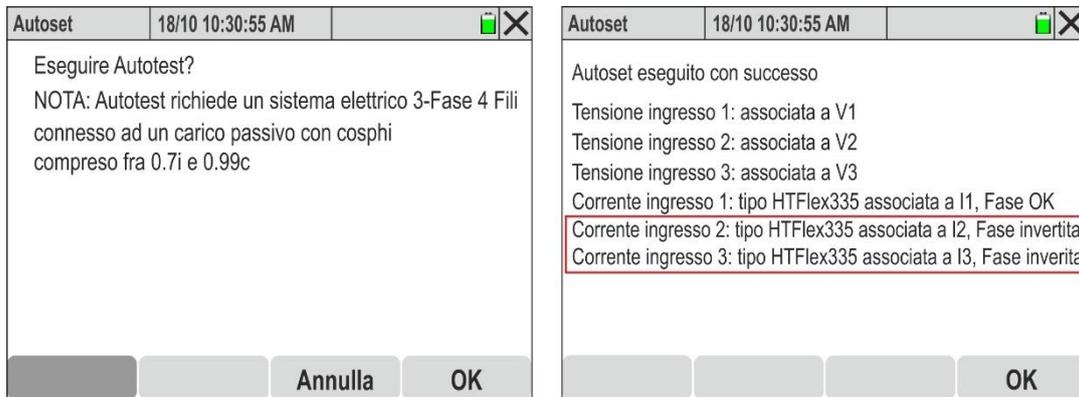

Fig. 74: Esecuzione Autoset con errori di collegamento (pinze invertite)
10. Nella Fig. 74 – parte destra è mostrato un esempio in cui la funzione Autoset ha rilevato e **automaticamente risolto** la presenza di una errata differenza di fase tra le tensioni e le correnti sulle fasi L2 ed L3 per effetto di un **incorretto collegamento delle pinze di corrente (pinze 2 e 3 invertite sui rispettivi conduttori)**